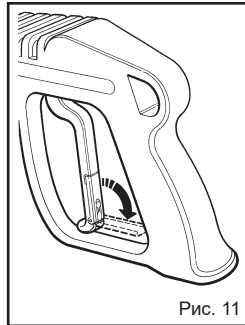

Рис. 11
- Включите предохранитель на ручке пистолета, если не будете использовать аппарат (Рис. 11).